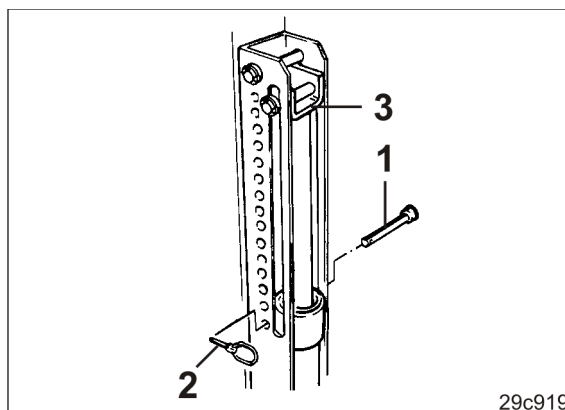

Fig. 176
3. Sæt bolt (Fig. 176/1) under anslaget (Fig. 176/3) i en af borerne i rækken af huller, og sørg for at sikre den med en ringsplit (Fig. 176/2).